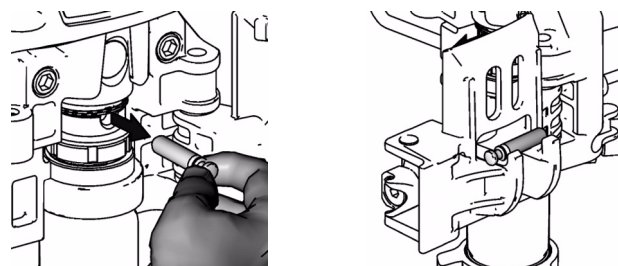

Рис. 23
- 10. Рис. 23. Выньте штифт насоса и поместите его в держатель штифта